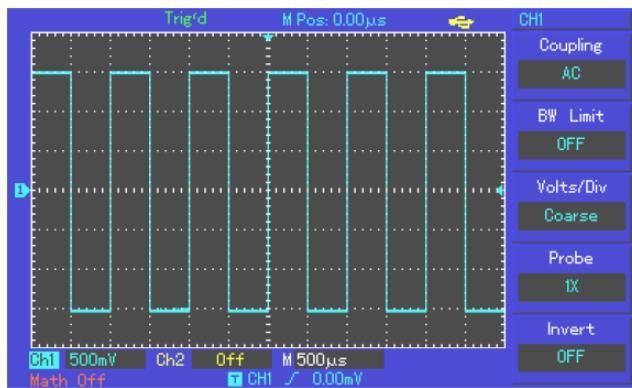

Рисунок 1-7 Сигнал компенсации щупа.
3) Подсоедините кончик щупа и зажим заземления к соответствующим выводам сигнала компенсации щупов. Нажмите кнопку **[AUTO]** и через несколько секунд вы увидите на дисплее прямогоугольный сигнал на частоте 1 кГц с амплитудой около 3В (см. Рисунок 1-7). Повторите эти шаги для проверки второго канала (CH2). Для отключения первого канала нажмите функциональную кнопку **[CH1]**, а затем нажмите функциональную кнопку **[CH2]** для включения второго канала. Повторите шаги 2) и 3).